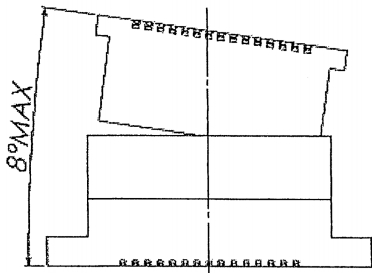
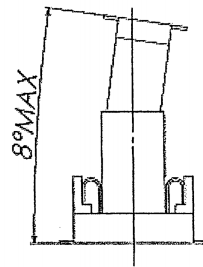

図1/ Fig. 1 (平行接続タイプに適用)
図2/ Fig. 2 (平行接続タイプに適用)
- ・誘い込み時の角度は図1~図2になりますので、記載角度以下で位置決めをして下さい。
/Figure 1 and 2 show guiding angle. Please locate it below the described angle.